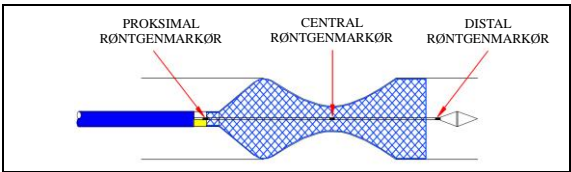

Figur 4.
- Når den centrale røntgenmarkør når midten af målstrikturen, fortsættes med at trække tilbage i Y-konnektoren, indtil stenten er helt implementeret. (se figur 4 og 5)
- Når den centrale røntgenmarkør når midten af målstrikturen, skal man fortsætte med at overføre mod konnektoren, indtil stenten er fuldt implementeret. (se figur 4 og 6)